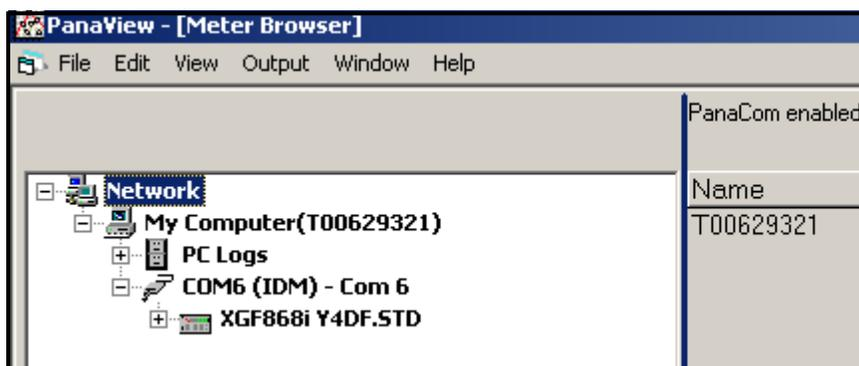

Figura 15: A janela de exibição de texto
2. Usando o menu *Window (Janela)*, conforme descrito no *Manual do Usuário do PanaView*, organize as janelas abertas no formato desejado. Para esta discussão, a *Figura 15* abaixo mostra a janela *Text Display* em seu tamanho maximizado (tela cheia).
5. Antes que os valores de dados reais possam ser exibidos no painel de texto, ative um dos seguintes modos de coleta de dados (Consulte a *Figura 15 na página 38*):